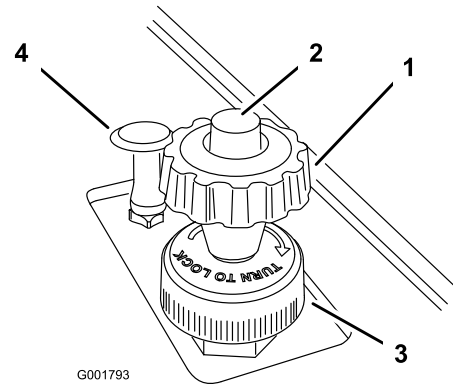

Bild 22
2. Drücken Sie die Taste oben am Handrad des Geschwindigkeitsbegrenzers und ziehen Sie es nach oben, bis Sie fühlen, dass es das Fahrpedal berührt. Lassen Sie die Taste dann los (Bild 22).
4. Nach dem Einstellen können Sie das Handrad an dieser Einstellung arretieren. Drehen Sie den Sperring unten am Geschwindigkeitsbegrenzer nach rechts, bis er stoppt (Bild 22). Drehen Sie zum Lösen der Arretierung den Arretierungsring nach links, bis er lose ist.